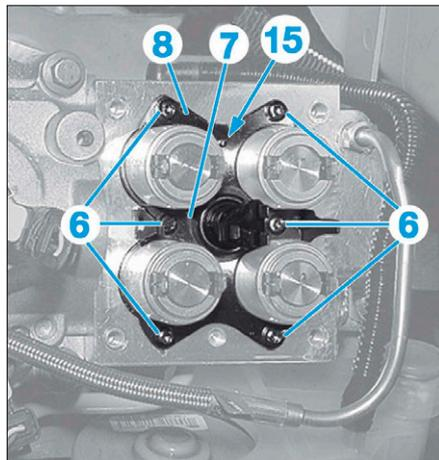

FIG. 40
- Remplacer la plaque de maintien (8) en respectant le sens de montage (ergot en (15) à l'extérieur et en haut) (Fig.40).
- Reposer la plaque de masse (7).
- Remplacer les vis (6).